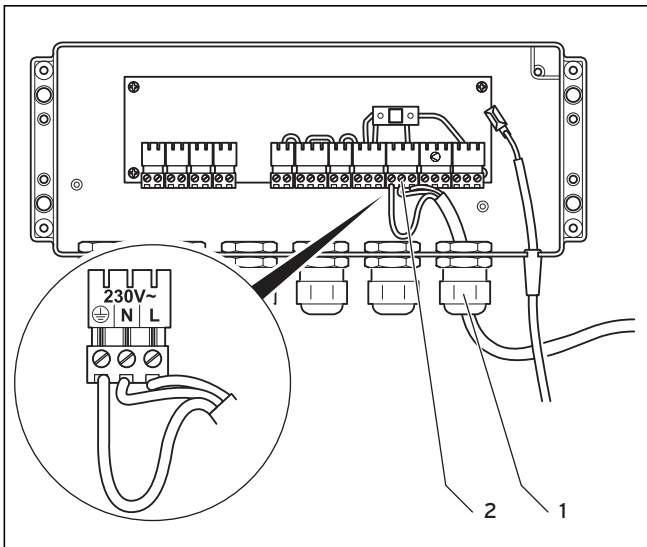

Abb. 5.9 Anschluss der Netzzuleitung
- Verlegen Sie die Netzzuleitung zur Anschlussebene im Schaltkasten wie in Abb. 5.9 gezeigt.
- Ziehen Sie die Kabelverschraubung (1) an, um eine Zugentlastung und den Spritzwasserschutz zu gewährleisten.
- Klemmen Sie die Netzzuleitung an den dafür vorgesehenen Klemmen $\oplus$, N und L des System ProE an (2).